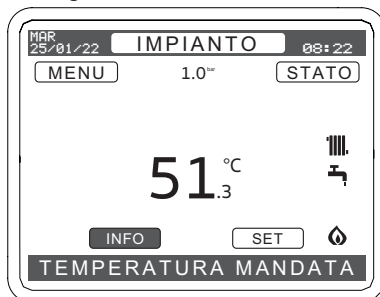

Figura 3.16
- Premere il tasto (∧) per spostarsi nel campo "INFO" Figura 3.16.